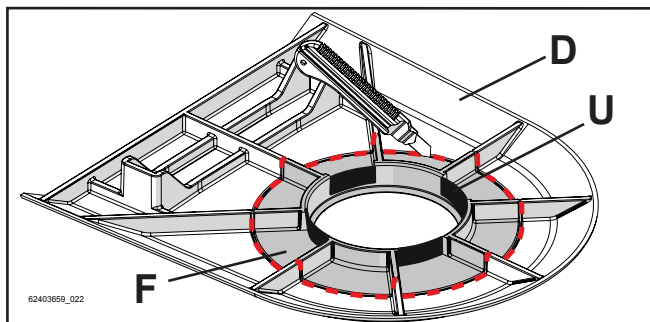

Figure 5-56
- Si l'appareil est doté d'un terminal d'évacuation des fumées de type coaxial, retirer la zone « F » (identifiable par le prédécoupé sur la surface inférieure) de la garniture « D » à l'aide d'un cutter (Figure 5-56)
- Si l'appareil est doté d'un terminal d'évacuation des fumées de type simple, retirer les zones « U » de la garniture « D » à l'aide d'un cutter (Figure 5-56)